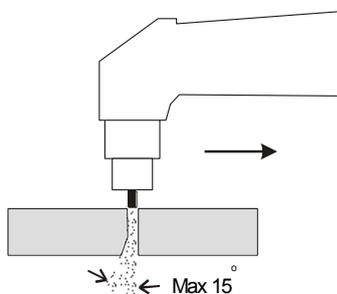

Fig. 8
1. alta velocità di taglio (controllare se l'inclinazione dell'arco di taglio penetrante non supera circa 15° (vedi fig. 8)